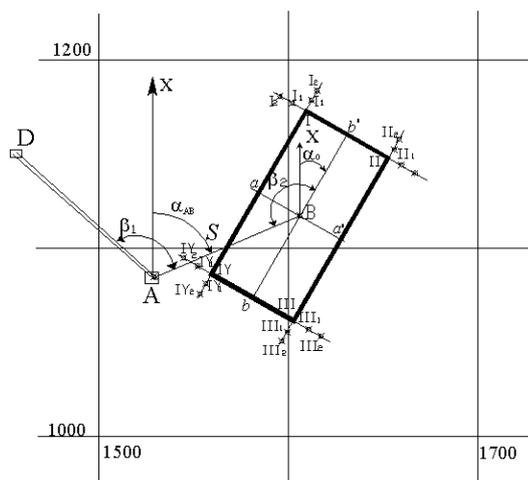

Рисунок 1. Пояснительная схема к проекту разбивки здания на промышленной площадке карьера.
4) Для переноса в натуру центра (**B**) здания устанавливают теодолит в точке **A** и от направления **AD** откладывают угол β_1 затем по направлению **AB** стальной рулеткой откладывают горизонтальное проложение **S** и фиксируют на промышленной площадке точку **B**. (рис.1).
6) Разбивка в натуре углов здания (**I, II, III, IV**) производится от осей здания. Устанавливают теодолит в точке "**a**", визируют на точку **B** откладывают угол 90° и половину продольного размера здания и закрепляют на площадке точку **I**. Затем откладывают угол 90° в противоположную сторону и половину продольного размера здания и фиксируют в натуре точку **II**. Аналогичным образом закрепляют на промышленной площадке углы здания **III** и **IV**. Контроль разбивки здания осуществляется по створности линий **I-"a"-IV** и **II-"a"-III** (см. рисунок 1). При этом отклонение от створа не должно превышать ± 5 мм.
7) Закрепление строительных осей стен здания производится методом створной выноски. Каждая из четырех осей здания закрепляется 4 пунктами - по 2 пункта с каждой стороны (см. рисунок 1).